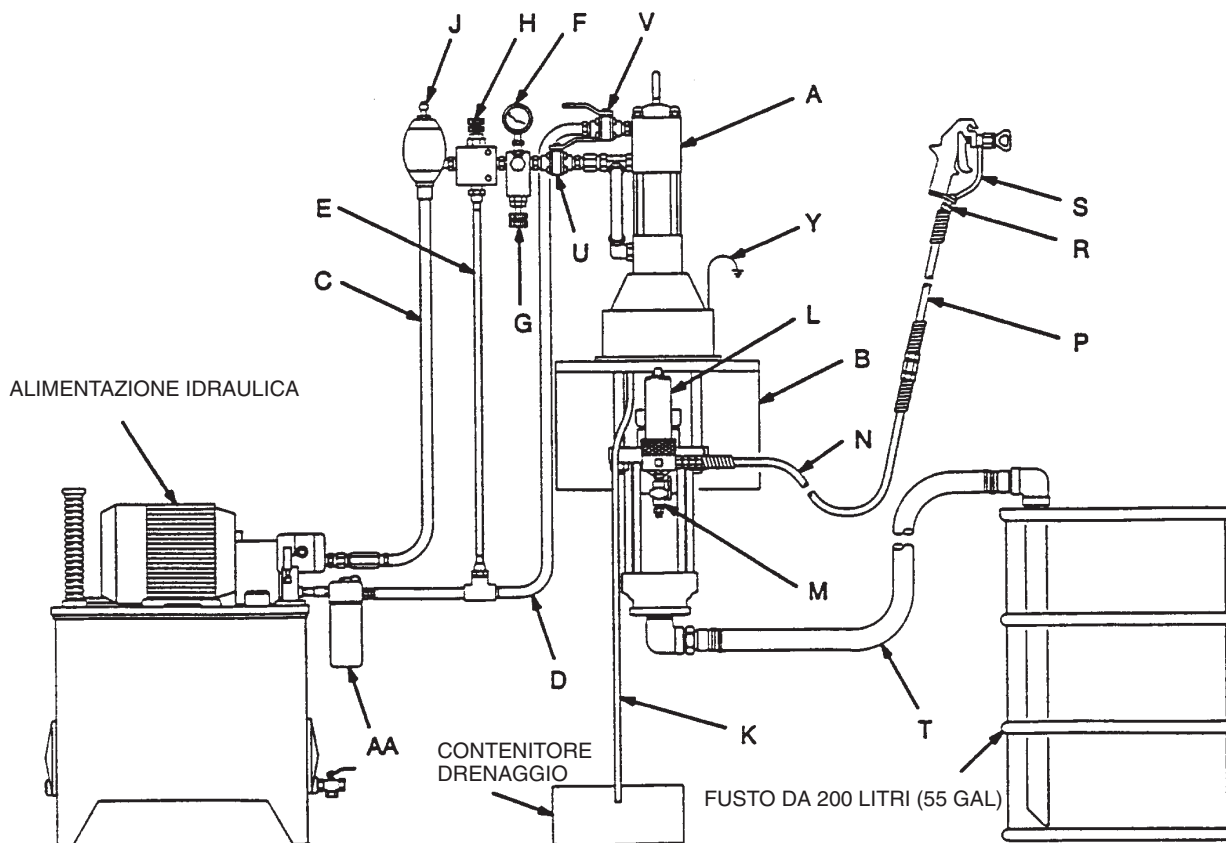
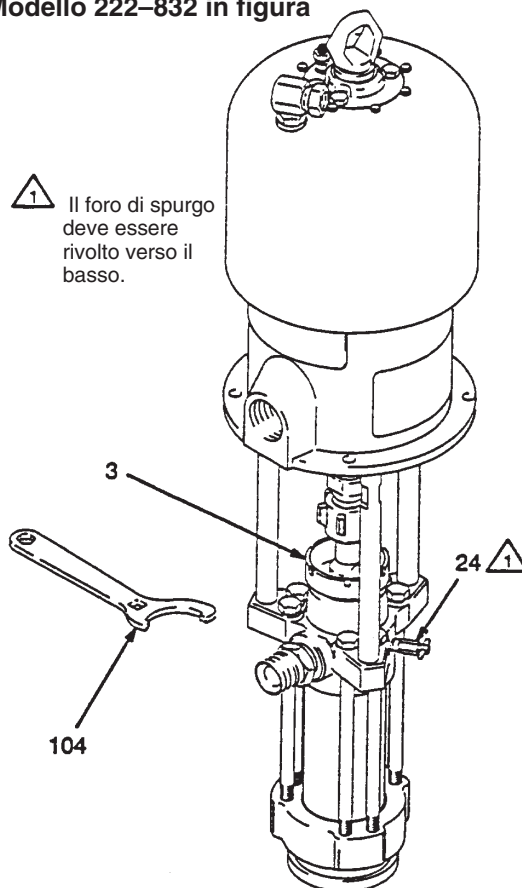

Fig. 3
Fig. 4
La Fig. 3 non è che una guida per la scelta e l'installazione dei componenti e degli accessori dell'impianto. Contattare il rappresentante Graco o il Servizio di Assistenza Graco (ved. il retro di copertina) per richiedere assistenza alla progettazione di un impianto conforme alle specifiche necessità.
Montare la pompa (A) conformemente al tipo di installazione progettata. La Fig. 3 illustra un sistema a montaggio murale. Le dimensioni della pompa ed il layout del foro di montaggio sono illustrati a pagg. 34 e 35.
Il motore ha un raccordo di alimentazione dell'olio idraulico da 3/4 npt(rf) ed un raccordo di ritorno dell'olio idraulico da 1"npt(f). Utilizzare una linea di alimentazione idraulica di diametro interno minimo di 13 mm (1/2 in.) ed una linea di ritorno di diametro interno minimo di 22 mm (7/8 in.). Sulla linea di alimentazione idraulica (C) installare i seguenti accessori nell'ordine indicato nella Fig. 3, usando eventualmente degli adattatori:
- Una valvola di arresto (U) isola la pompa a scopo di manutenzione.
- Un misuratore della pressione del fluido (F) controlla la pressione dell'olio idraulico al motore e impedisce una sovrappressione del motore o della pompa volumetrica; una valvola di controllo del fluido a compensazione di pressione e di temperatura (G) impedisce al motore di funzionare troppo velocemente e quindi di danneggiarsi.
- Una valvola di decompressione (H) e una linea di drenaggio (E) sono collegate direttamente alla linea idraulica di ritorno (D).
- Un accumulatore (J) riduce l'effetto di martellamento causato dall'inversione di direzione del motore.
- Sulla linea idraulica di ritorno (D) installare i seguenti accessori nell'ordine indicato nella Fig. 3, usando eventualmente degli adattatori:
- Una valvola di arresto (V) isola la pompa a scopo di manutenzione.
- Un filtro (AA) di misura 10 micron.
Installare i seguenti accessori nelle posizioni illustrate nella Fig. 3, usando eventualmente degli adattatori:
Riempire il dado del premistoppa/coppa premi guarnizioni (3) con apposito liquido (TSL) o un solvente compatibile. Ved. Fig. 4. Per mezzo della chiave acclusa (104), regolare settimanalmente il dado del premistoppa in modo che sia serrato; non serrare eccessivamente. Seguire l'Avvertenza della PROCEDURA DI DECOMPRESSIONE sopra riportata prima di regolare il dado del premistoppa.
2. Assicurarsi che il regolatore di pressione dell'aria (F) sia chiuso. Quindi aprire la valvola di sfiato principale del tipo a spurgo della pompa (E). Mantenere una parte in metallo della pistola saldamente a contatto con un secchio in metallo collegato a terra e azionare il grilletto della pistola, mantenendolo aperto. Aprire lentamente il regolatore di pressione dell'aria finché la pompa non si avvia.
4. Se la pompa non viene correttamente adescata, aprire leggermente la valvola di spurgo (24). Utilizzare il foro di spurgo sulla parte inferiore della valvola come valvola di adescamento finché il fluido non appare nel foro. Ved. Fig. 4. Chiudere la valvola di spurgo.
1. Fare riferimento alla Fig. 3 a pag. 8. Collegare il kit di aspirazione (T) all'entrata del fluido nella pompa e posizionare il tubo nell'alimentazione del fluido.
3. Assicurarsi che la valvola di arresto della linea di alimentazione (U) e che la valvola di arresto della linea di ritorno (V) siano chiuse.
5. Mantenere una parte in metallo della pistola/valvola (S) saldamente a contatto con un secchio in metallo collegato a terra e azionare il grilletto della pistola.
8. Se la pompa non viene correttamente adescata, aprire leggermente la valvola di spurgo (24). Utilizzare il foro di spurgo sulla parte inferiore della valvola come valvola di adescamento finché il fluido non appare nel foro. Ved. Fig. 4. Chiudere la valvola di spurgo.